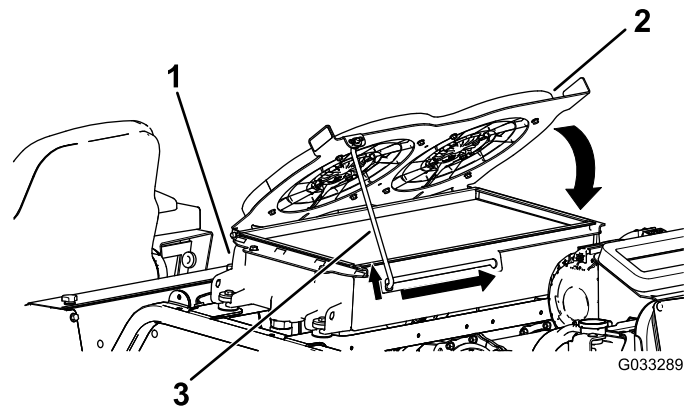

Figura 117
- Rode as ventoinhas do refrigerador hidráulico para baixo e fixe a barra de apoio no entalhe (Figura 117).